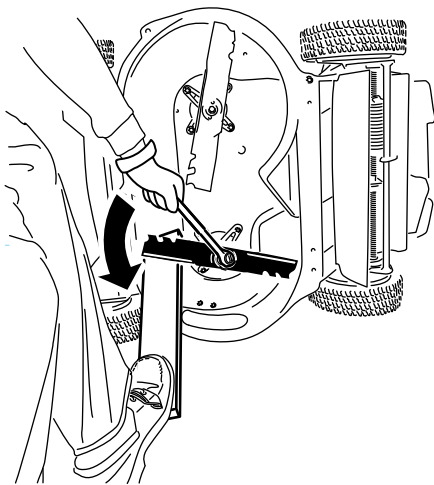

Figure 40
- Utilisez un bloc de bois pour immobiliser chaque lame et tournez le boulon de lame dans le sens antihoraire, comme montré à la Figure 40.